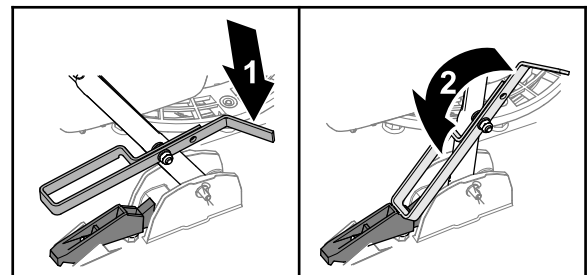

Figure 25
- Pour débloquer le guidon, soulevez-le et pivotez la cale au pied vers l'avant (Figure 25).